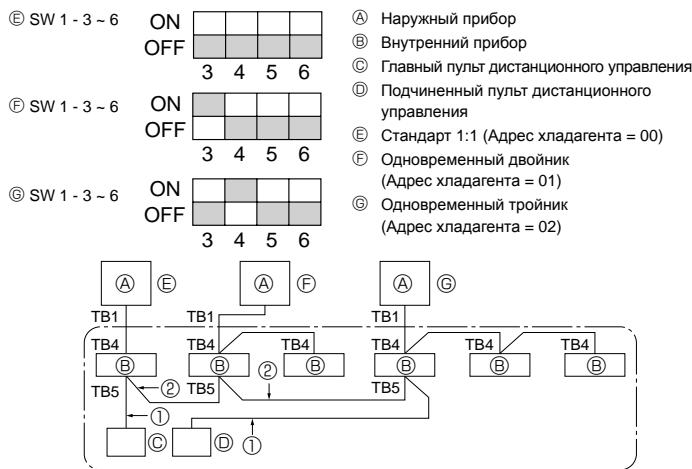

Fig. 10-1
① Включите питание (автоматическим выключателем).
- ② После закрытия запорного крана газа установите переключатель SWP на пульте управления наружного прибора в положение ON. Компрессор (наружный прибор) и вентиляторы (внутренний и наружный приборы) начинают работать, и начинается процедура восстановления хладагента. На пульте управления наружного прибора горят индикаторы LED1 и LED2.
10. Управление системой (Fig. 10-1)